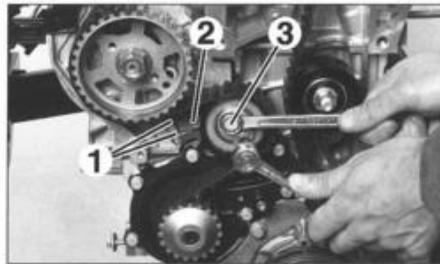

FIG. 13
- Con una llave hexagonal, llevar el índice (2) (fig. 13) del rodillo tensor al centro de la zona de control (1) haciendo pivotar el tensor en sentido antihorario.
- Apretar el tornillo de fijación (3) del rodillo tensor a 3 daNm.
- Comprobar el buen posicionado del índice (2) (fig. 13) del rodillo tensor; en caso contrario, repetir la operación de montaje de la correa.